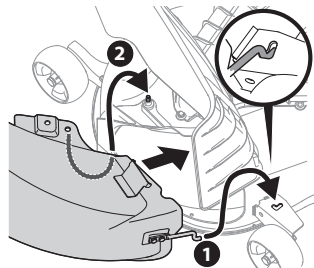

Figure 25
4. Insérez la tige de montage dans le trou du montant de roue. Voir la Figure 25, 1.
5. Enfilez le trou situé du côté gauche de la goulotte sur le goujon qui dépasse du plateau de coupe, comme illustré à la Figure 25, 2.